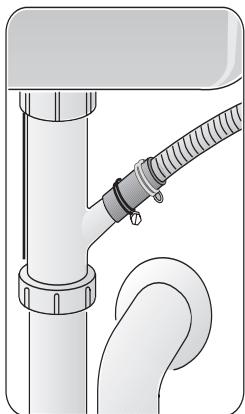
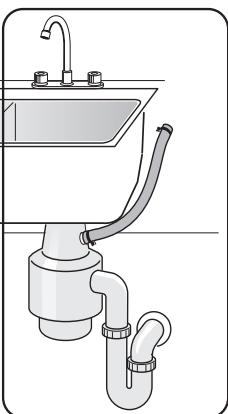

Ilustración 22
Ilustración 23
- 1) Directamente a la conexión de evacuación debajo del fregadero, como muestra la Ilustración 22.
- 2) Directamente a la conexión de evacuación para lavadoras de platos en un eliminador de basura, como muestra la Ilustración 23.
Si la manguera de desagüe de la lavadora se conecta directamente ya sea a una conexión de evacuación para lavadoras de platos debajo del fregador, como muestra la Ilustración 22, o de otro modo a la conexión para lavadoras de platos de un eliminador de basura, como muestra la Ilustración 23, dele forma curva a la manguera de desagüe de la lavadora y sujetela una sección de la curva separada del piso del gabinete por un mínimo de 20" (51 cm).